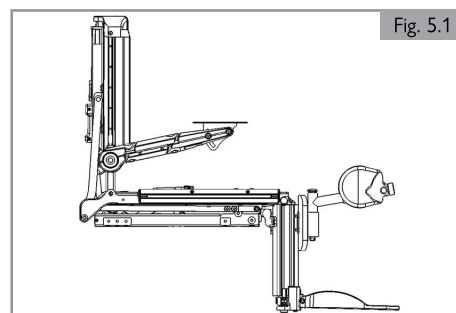

Fig. 5.1
5.1 Système d'assise (Fig. 5.1)